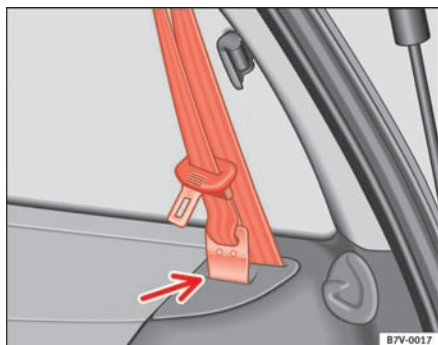

Fig. 19 Opbevaring af den frakoblede sikkerhedssele
- Før sikkerhedsselen med karabinhagen opad, og hæng karabinhagen på holderen ⇒ fig. 19 **pil** i sidebeklædningen.